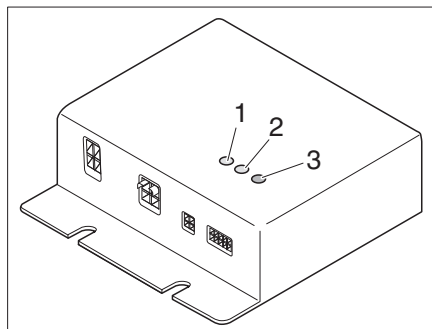

Fig. 332 Régulateur
Le régulateur (Fig. 332) est monté dans la penderie. Les voyants de contrôle qui se trouvent sur le régulateur ont la signification suivante :
- La DEL de contrôle (Fig. 332,1) CC1 s'allume en vert: le circuit de chauffage 1 est en service
- La DEL de contrôle (Fig. 332,2) CC2 s'allume en vert: le circuit de chauffage 2 est en service
- DEL de défaut (Fig. 332,3)